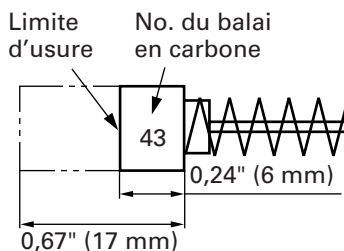

Fig. 24
4. Contrôle des balais en carbone (Fig. 24)
REMARQUE: Utiliser le balai en carbone metabo HPT No. 43 indiqué sur la Fig. 24.